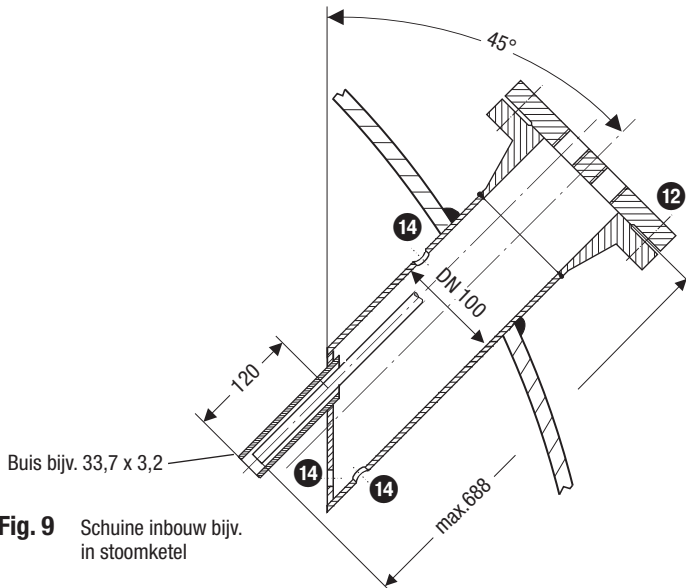

Fig. 9 Schuine inbouw bijv. in stoomketel
- De hellingshoek van de elektrode mag maximaal 45° bedragen, de lengte van de elektrodestaaf is daarbij tot 688 mm begrensd. **Fig. 9**